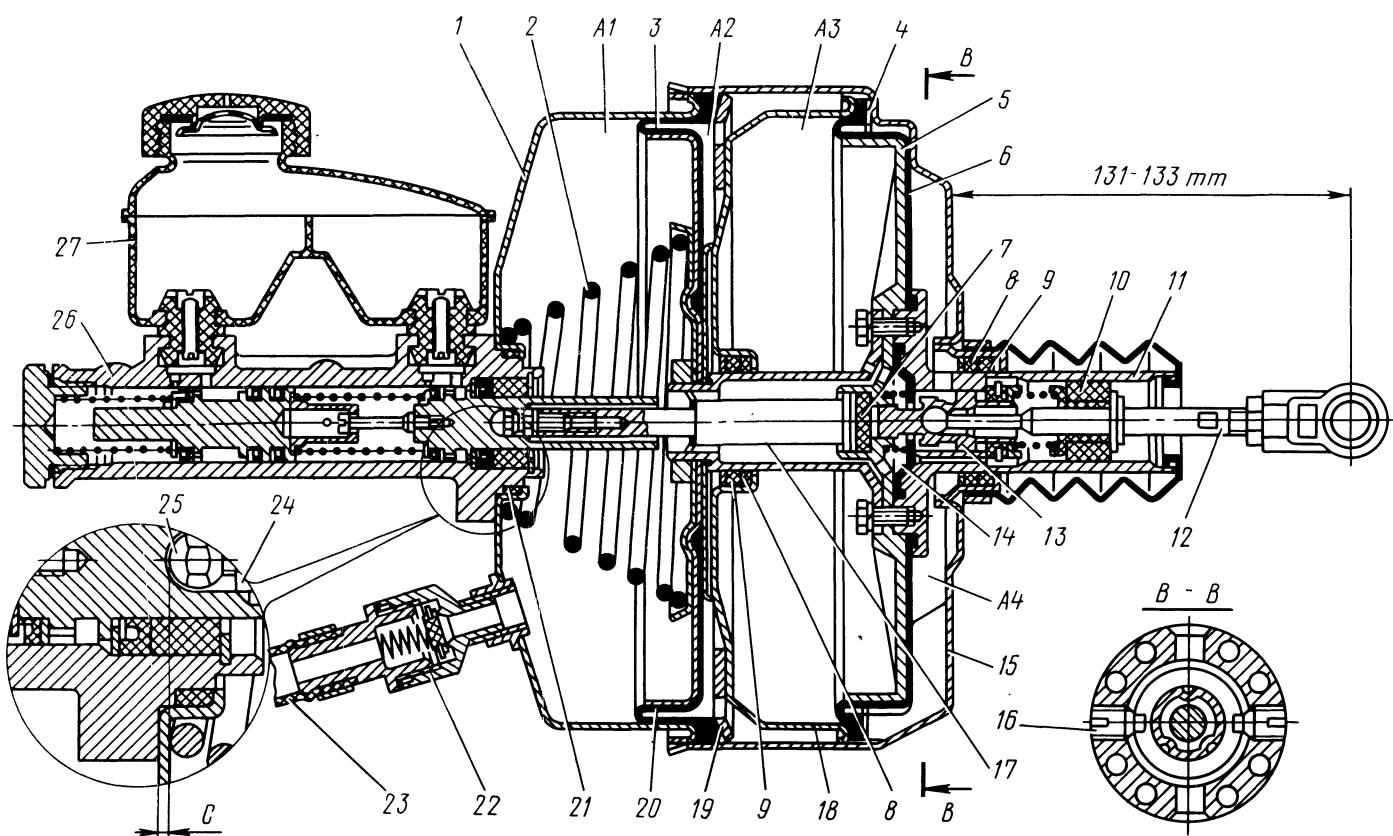
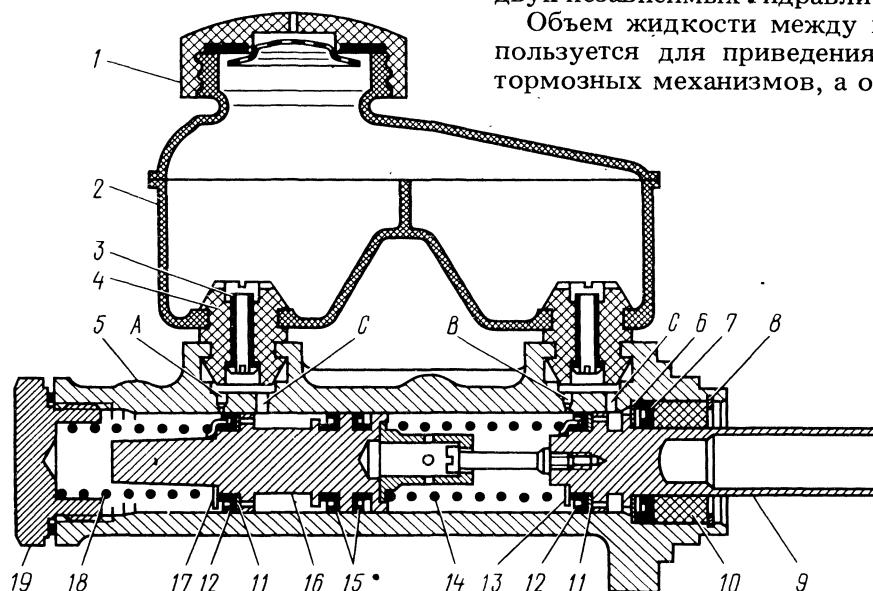

Рис. 179. Вакуумный усилитель:
Рис. 180. Главный цилиндр:
**Вакуумный усилитель** (рис. 179) — двухкамерный, служит для уменьшения усилия на педали при торможении.
При работе двигателя во впускной трубе создается разрежение. Так как впускная труба через шланг 23 (см. рис. 179) и обратный клапан 22 сообщается с полостью А1, а через отверстие в соединителе поршней с полостью А3, то в этих полостях также создается разрежение. Когда тормозная педаль не нажата, то через отверстие в поршне 5, от-
Главный тормозной цилиндр с двумя последовательно расположенными поршнями 9 и 16 (рис. 180) и двухсекционным бачком 2 для жидкости крепится к крышке вакуумного усилителя двумя гайками с пружинными шайбами.
и) увеличенный зазор между головкой регулировочного болта вакуумного усилителя и поршнем главного цилиндра;	Отсоединить главный цилиндр от усилителя и установить зазор С, равный 1,35—1,65 мм (см. рис. 179)
в) неполный возврат поршней главного цилиндра из-за отсутствия зазора между головкой регулировочного болта вакуумного усилителя и поршнем главного цилиндра	Отсоединить главный цилиндр от усилителя и установить зазор С, равный 1,35—1,65 мм (см. рис. 179)
<ul style="list-style-type: none"> <li>г) неплотность в соединении вакуумного шланга;</li> <li>д) загрязнен воздушный фильтр 10 (рис. 179) усилителя тормозов;</li> <li>е) порваны диафрагмы 6 или 20 вакуумного усилителя тормозов;</li> <li>ж) уплотнительные манжеты 9 вакуумного усилителя тормозов не обеспечивают герметичность;</li> <li>з) нарушение герметичности в соединении крышки 1 с корпусом 15 вакуумного усилителя;</li> <li>и) нарушение герметичности в соединении вакуумного усилителя с корпусом главного цилиндра;</li> <li>к) выход из строя вакуумного усилителя в результате попадания тормозной жидкости в полость A1 вакуумного усилителя</li> </ul>	<p>Восстановить герметичность соединения</p> <p>Промыть фильтр или заменить новым</p> <p>Заменить диафрагму</p> <p>Заменить манжеты и зачистить цилиндрические рабочие поверхности корпуса 11 клапанов и соединителя поршней</p> <p>Восстановить герметичность</p> <p>Заменить уплотнительное кольцо 21</p> <p>Заменить наружную манжету 7 (см. рис. 180), удалить жидкость из усилителя и заменить диафрагму 20 (см. рис. 179)</p>